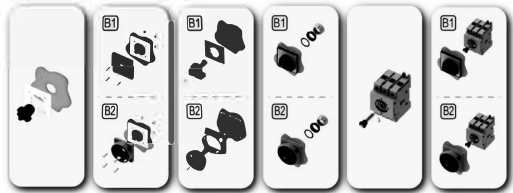

图27 面板安装简图
7.2.3 面板安装：确认开关处于断开状态→安装板开孔→螺钉组合件连接本体、安装面板以及安装板→装字牌→装罩→装手柄→紧固螺钉。如图27所示